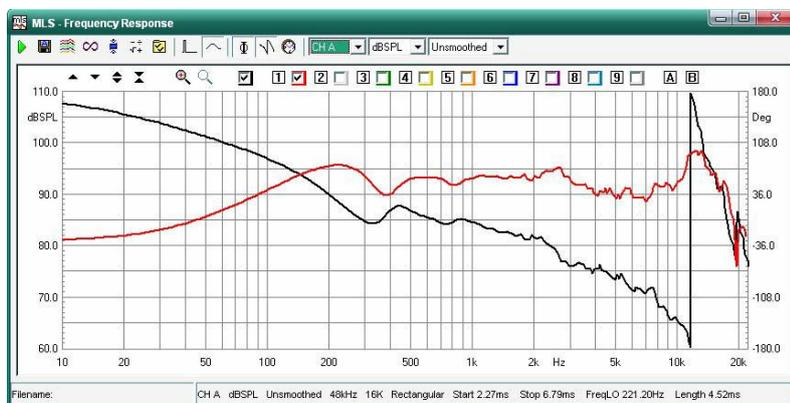
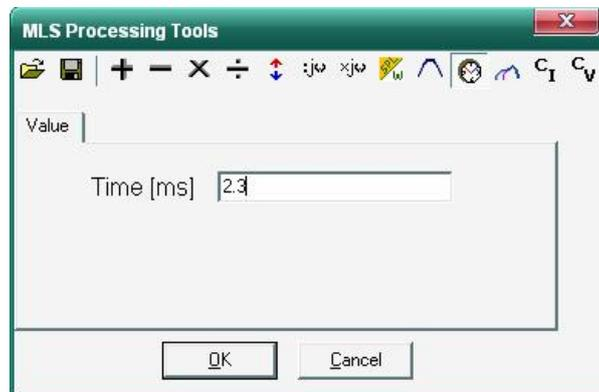

图9-20
图9-21
- 10) 再次点  频率图标回到频率界面，点  图标即获得如图9-20 的黑色相位曲线。
11) 通过在处理栏加入相位延时同样可获得如图9-20 的真实相位曲线，点处理图标进入如图9-21 的相